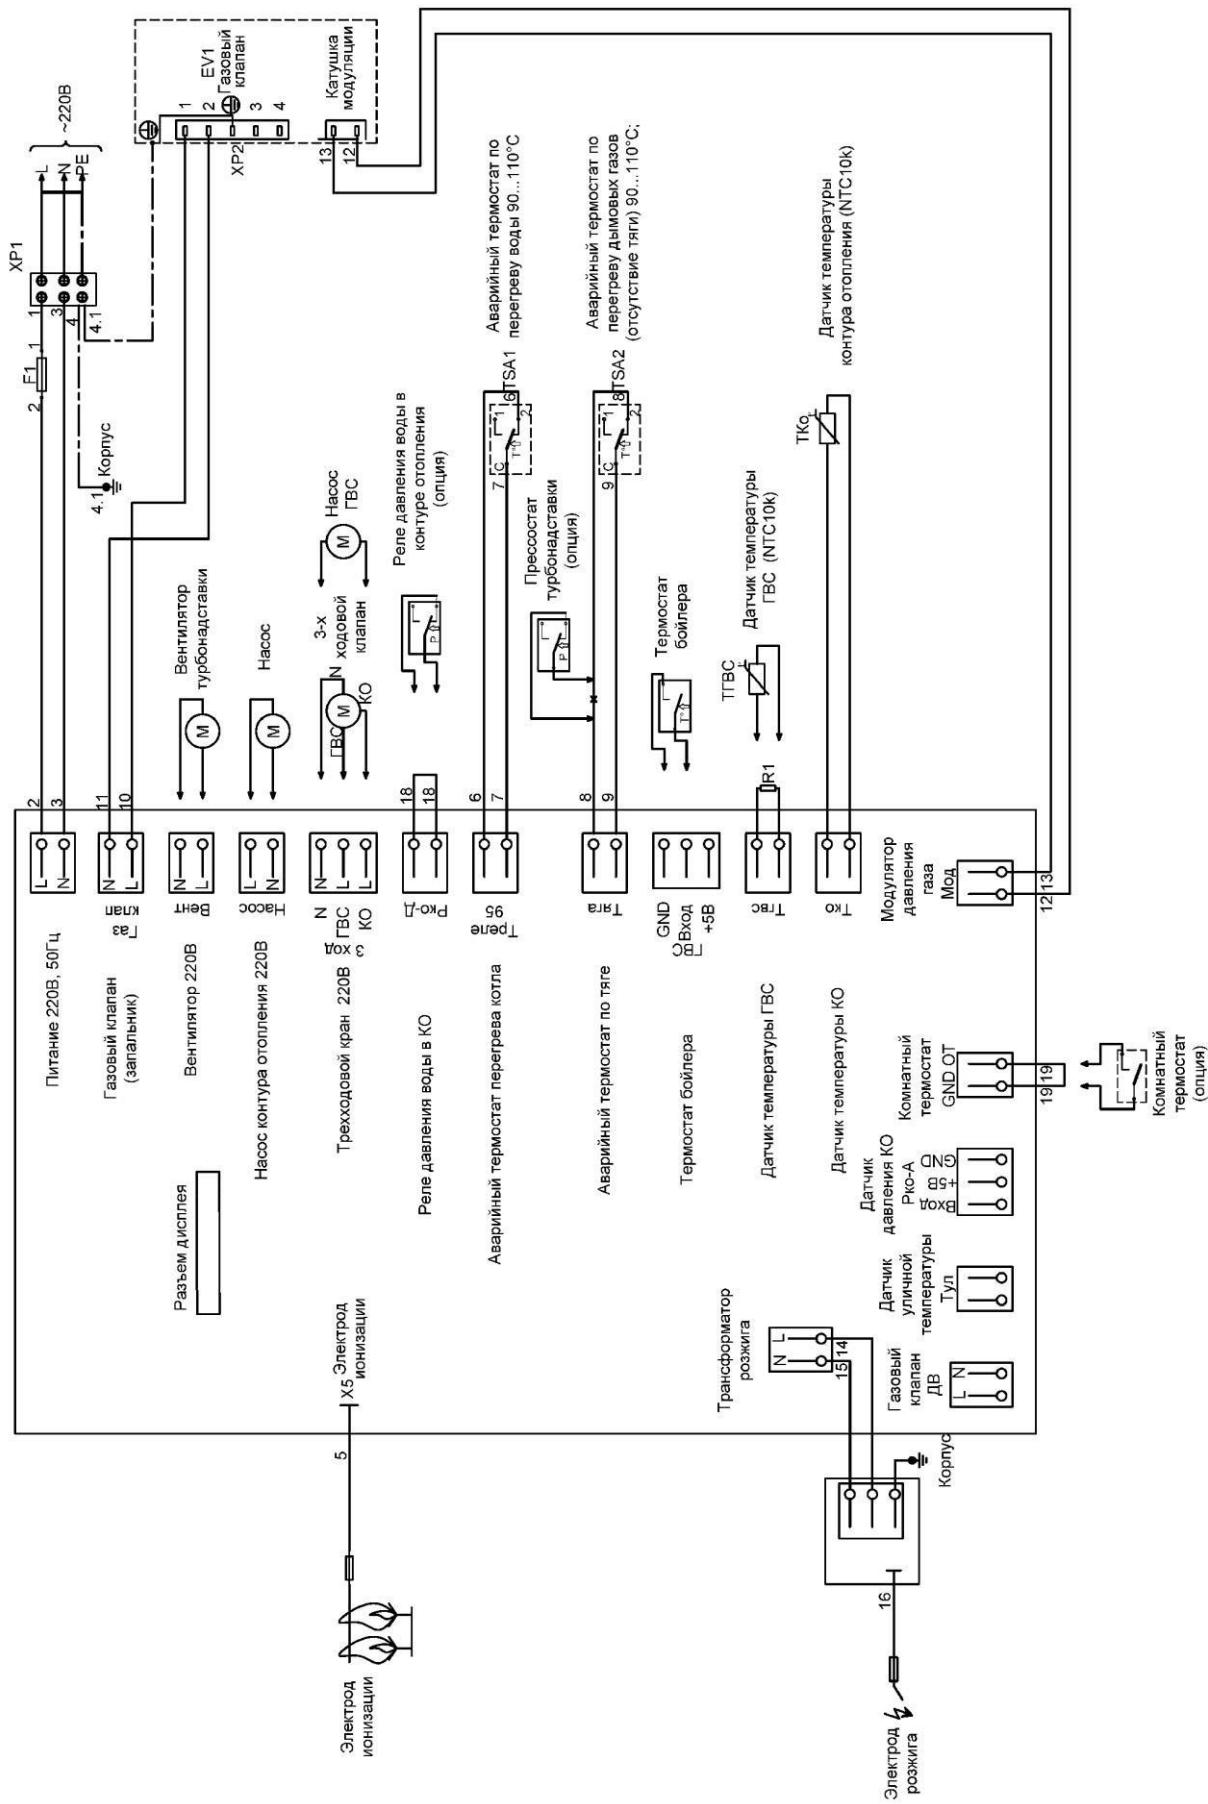

Рисунок 7. Электрическая схема котлов TITAN Z30M-Z65M
- подсоедините провода терmostата накопительного бойлера горячего водоснабжения в соответствии с электрической схемой (Рис.7,8);
- подключите насос греющего контура бойлера в соответствии с электрической схемой (Рис.7,8); включите питание котла;